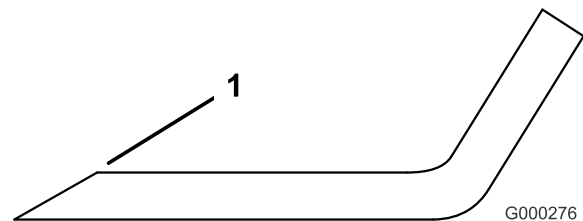

Figure 52
1. Au moyen d'une lime, aiguisiez les tranchants aux deux extrémités de la lame (Figure 52). Veillez à conserver l'angle de coupe d'origine. Limez la même quantité de métal sur chacun des deux tranchants pour ne pas déséquilibrer la lame.